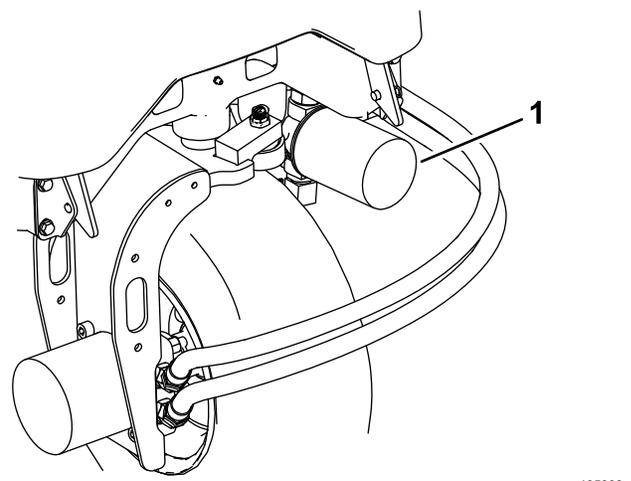
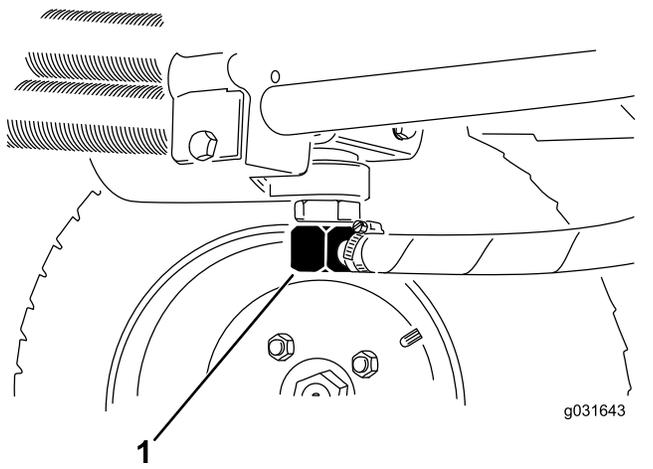

Figura 60
Figura 61
3. Limpie alrededor de la zona de montaje del filtro, coloque un recipiente debajo del filtro y retire el filtro (Figura 60).
2. Desconecte el tubo hidráulico o retire el filtro hidráulico y deje fluir el fluido hidráulico en un recipiente apropiado (Figura 60 y Figura 61).
3. Vuelva a colocar el tubo cuando el fluido hidráulico se haya drenado (Figura 61).